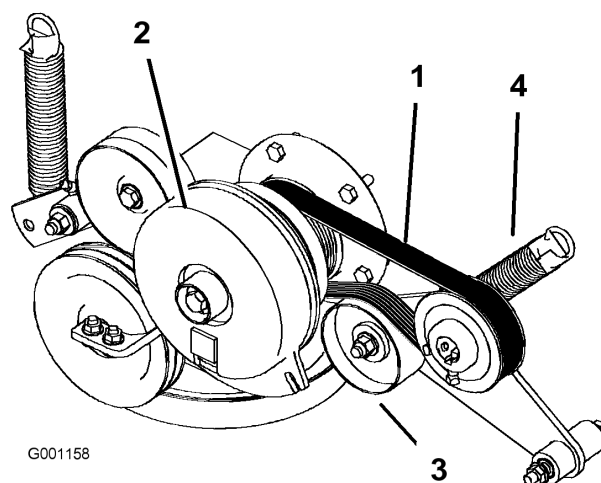

Figura 58
3. Retire el muelle del brazo de la polea tensora (Figura 58).
4. Instale la correa nueva alrededor de la polea del motor y de la bomba hidráulica (Figura 58).
6. Instale el muelle en el brazo tensor (Figura 58).